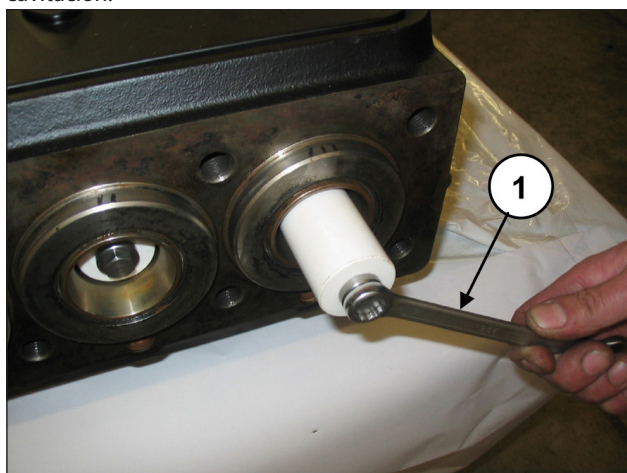

Fig. 111
Desmontar los pistones aflojando los tornillos de fijación (pos. ①, Fig. 111).